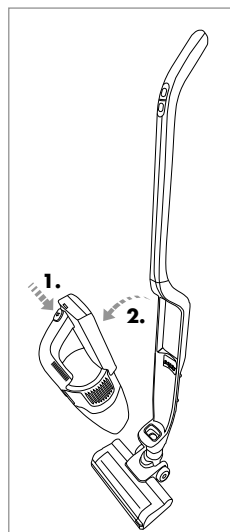

Fig. 4
- 3) Para soltar a unidade portátil 3 do cabo vertical 12, agarre a unidade portátil 3 pela pega 2 e pressione o botão de desbloqueio 1. Puxe a unidade portátil 3 para a frente, para fora da cavidade para a unidade portátil 14 (fig. 4).